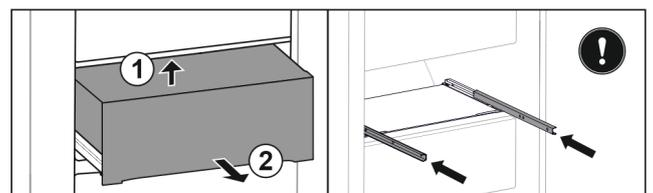

Fig. 126
- Soulever le tiroir à l'arrière par le bas. Fig. 126 (1)
- Retirer le tiroir par l'avant. Fig. 126 (2)